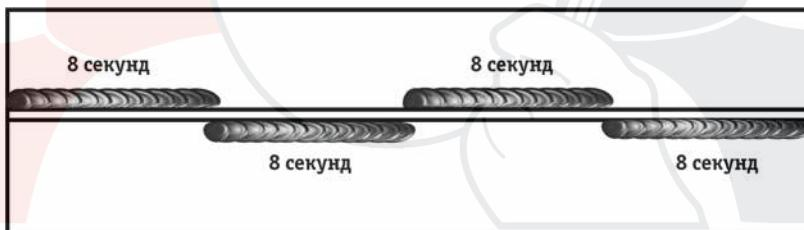

Рис. 9.23. Сварка коротких швов.
**Например:** необходимо произвести сварку таврового соединения в шахматном порядке с одинаковой длиной сварного шва (См. рис. 9.23).